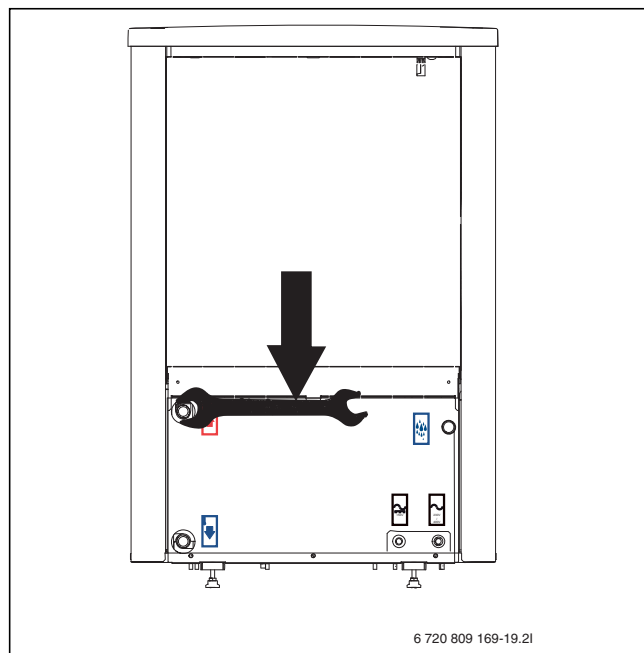

Fig. 14 Serraggio attacchi pompa di calore. Serrare.
- ▶ Stringere gli attacchi delle tubazioni del fluido termovettore con una coppia di serraggio di 120 Nm. Esercitare la forza verso il basso (vedere fig. 14) per evitare un carico meccanico laterale del condensatore.